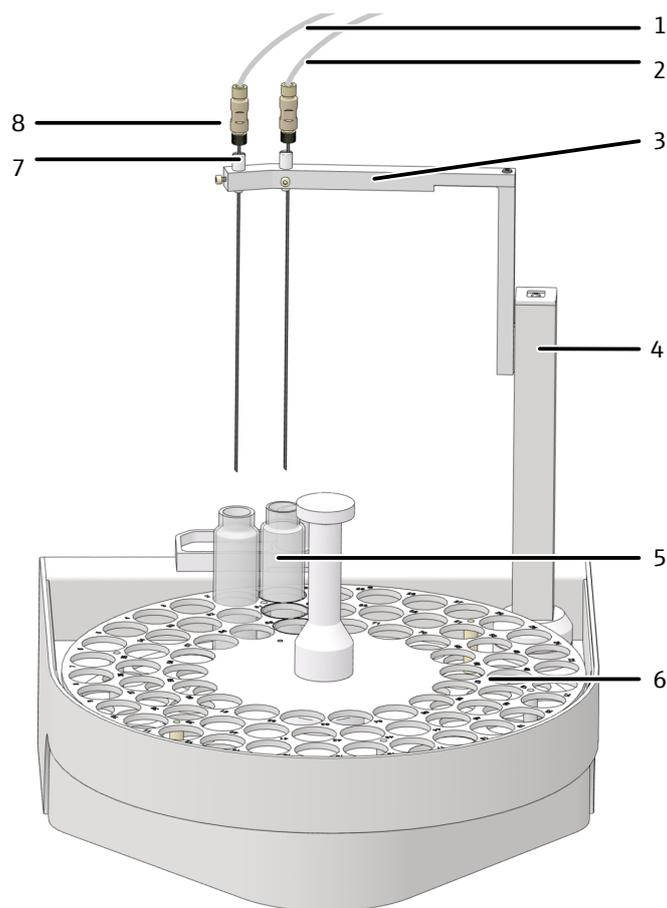

Fig. 29 Struttura del campionatore AS vario
- ▶ Nel caso delle misurazioni del NPOC con un'espulsione parallela: inserimento di una cannula con manicotto in ciascuna delle due posizioni del portacannule (Fig. 29  50).